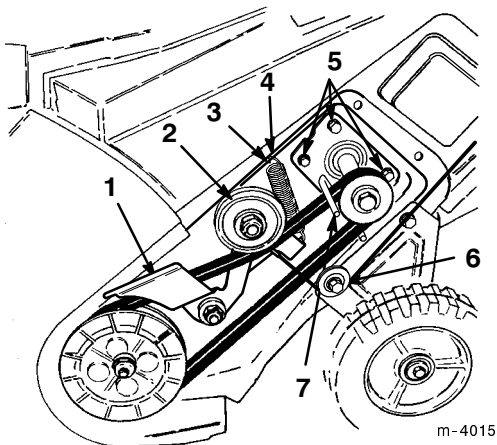

Figure 18
- Desserrez les quatre écrous de montage du moteur pour permettre au guide-courroie de s'écarter de la poulie d'entraînement et pour pouvoir déposer la courroie (Fig. 18).
- Vérifiez que l'extrémité la plus longue du ressort est accrochée dans le trou du carter et que l'extrémité arrondie est accrochée au bras de frein (Fig. 18).
- Elevez l'ensemble bras de frein, serrez la courroie d'entraînement et faites-la passer sous la poulie folle (Fig. 18).
IMPORTANT : Vérifiez que le câble se trouve bien sur la poulie avant de reposer le carter latéral gauche (Fig. 18).